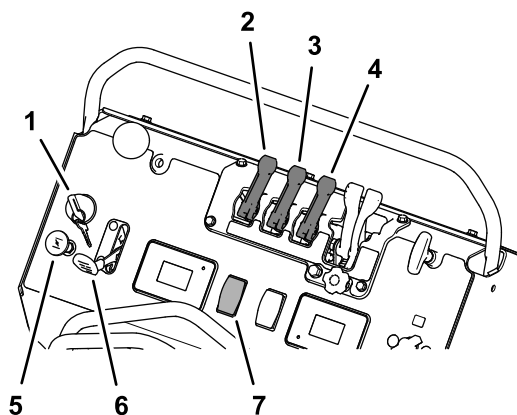

Figure 63
- Appuyez sur le haut de la commande de la pompe pour mettre la pompe en MARCHÉ et réglez la commande d'accélérateur à la position HAUT RÉGIME (Figure 63).
- Tirez le levier d'agitation de la cuve à la position MARCHÉ (Figure 63).
- Serrez le frein de stationnement, amenez le levier de commande de direction/déplacement à la position POINT MORT et démarrez le moteur (Figure 63); voir Démarrage du moteur \(page 24\).
- Tirez les leviers de pulvérisation angle étroit et grand angle à la position MARCHÉ (Figure 63). Les buses commencent alors à pulvériser.
6. Déplacez les leviers de pulvérisation vers l'avant à la position ARRÊT, amenez la commande de la pompe à la position ARRÊT et coupez le moteur (Figure 63).